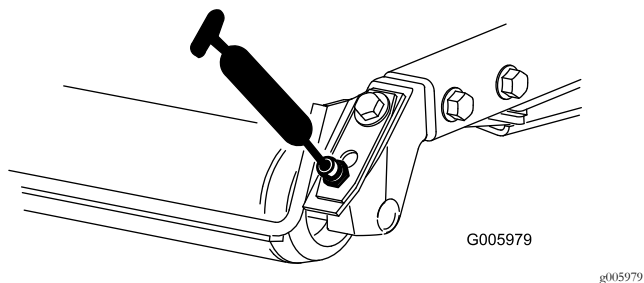

図 37
- 図 37 に示す、後ローラのベアリングデッキ 1 台に 2 ケ所